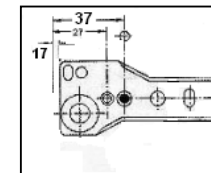

Рис.2 Схема установки роликовых направляющих
1. К боковым стойкам №2;3 прикрутить подпятники - Р на саморезы - И и направляющие - Т саморезами – И (рис.2);